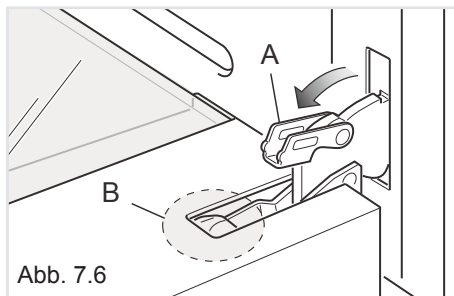

Abb. 7.6
- Den Hebel "A" des rechten und des linken Scharniers vollkommen öffnen (Abb. 7.6).
- Die Tür langsam schließen (Abb. 7.6) bis die Hebel "A" des rechten und des linken Scharniers aus dem Teil "B" der Tür ausrasten (Abb. 7.7).